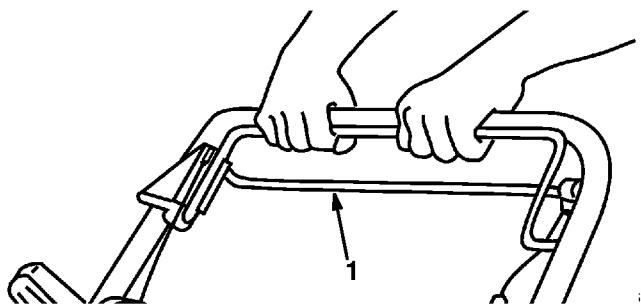

**Figure 15**
1. Pour engager le système d'autopropulsion, serrer et maintenir la barre de commande de traction contre le guidon (Fig. 15).